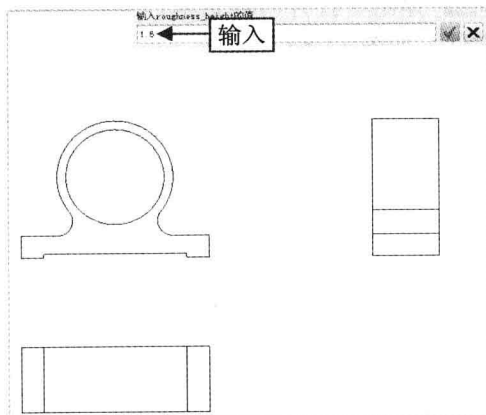

图 12-85 输入 1.6
Step 07 弹出“输入 roughness_height 的值”数值框，输入 1.6，如图 12-85 所示，单击“接受值”按钮 ，并单击鼠标中键。